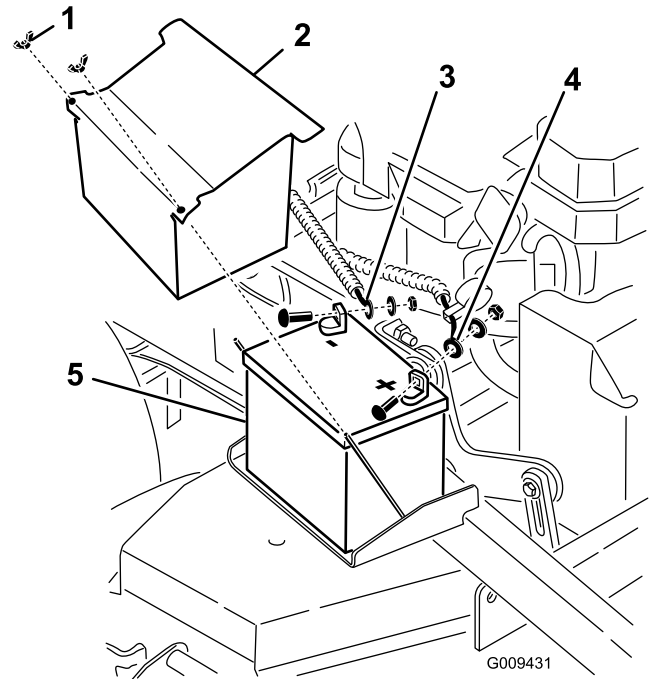

Bild 54
3. Nehmen Sie die Gummiabdeckung vom Minuskabel ab. Klemmen Sie zunächst das Minuskabel vom Minuspol (–) der Batterie ab (Bild 54).
4. Ziehen Sie die rote Polkappe vom (roten) Pluspol der Batterie ab. Ziehen Sie dann das (rote) Pluskabel ab (Bild 54).
5. Entfernen Sie die Batteriebefestigungsplatte (Bild 54) und nehmen Sie die Batterie heraus.
1. Setzen Sie die Batterie in die Maschine (Bild 54).
und Schraube an (Bild 54). Schieben Sie die Gummiabdeckung über den Batteriepol.
4. Klemmen Sie dann das Minuskabel und Erdkabel am Minuspol (–) der Batterie mit einer Mutter, Scheibe und Schraube an (Bild 54). Schieben Sie die Gummiabdeckung über den Batteriepol.